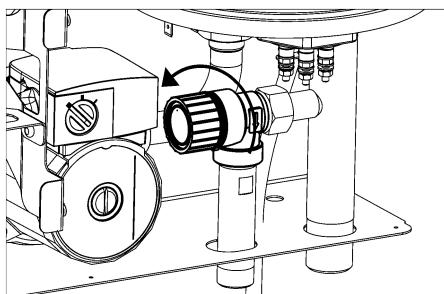

Рисунок 35. Поворот крышки клапана
14.4 В начале отопительного сезона перед запуском котла необходимо выполнить промывку предохранительного клапана – повернуть поворотную крышку в направлении стрелки (см. рис. 35).